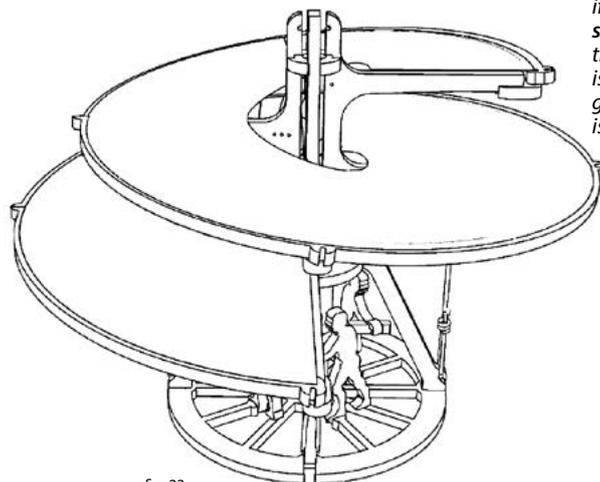

fig. 23
Stendere la colla (poca) sulla spirale e sul traverso di partenza (o di arrivo) adagiarsi sopra la tela di TNT e adattarla, facendo attenzione di non creare grinze. Incollare anche il punto di congiunzione dei due pezzi. Ripetere l'operazione con il secondo telo. Incollare anche il punto di congiunzione dei due pezzi. Il risultato che si otterrà è visibile in fig. 23.
1) Spread the glue (not much) on the spiral and on the starting (or ending) cross, then place the sail (nonwoven fabric) and adapt it, being careful not to create wrinkles. Repeat the operation with the second sail. Glue also the meeting point of the two pieces. The result is shown in Fig. 23.